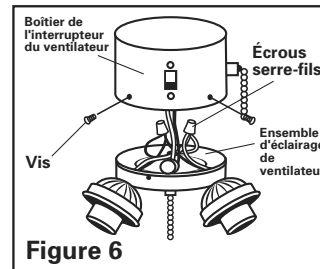

Figure 6
L'installation intégrale est généralement la meilleure des méthodes car l'adaptateur est éliminé et l'ensemble d'éclairage tient de façon autonome sur le ventilateur (Voir figure 6). Cette méthode n'est pas appropriée pour les ensembles d'éclairage à ampoule unique. Le montage de l'ensemble d'éclairage doit se faire latéralement et non par la partie inférieure. D'autre part, les trous dans le boîtier de l'interrupteur doivent être alignés avec ceux de l'ensemble d'éclairage. Veuillez vous reporter à la section d'instruction intitulée. Installation intégrale.
4. Connecter ces fils à ceux de l'ensemble d'éclairage à l'aide des écrous serre-fils déjà montés (Voir figure 6). Fil blanc (gris) au fil blanc et fil bleu (rouge) au fil noir.